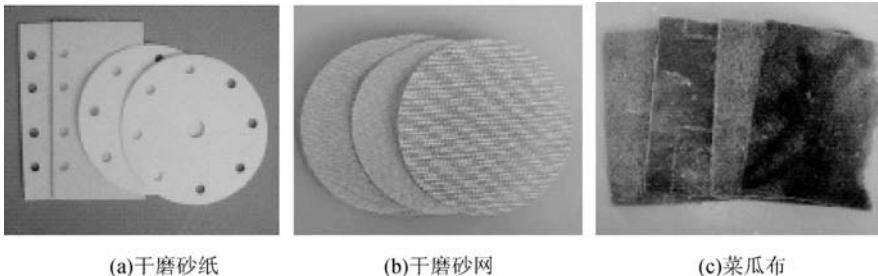

图 8-30 干磨砂纸
(1)干磨砂纸。干磨砂纸一面有丝网连接层,就是人们常说的快速搭扣,可以跟打磨头快速黏结和分离。一般圆形砂纸圆周均匀分布8个小孔,中心有1个大孔;方形砂纸在长边边缘均匀分布8个孔,在将砂纸黏结到打磨头上时,一定要保证砂纸上的圆孔与打磨头上的孔相吻合,以确保吸尘效果良好,如图8-30(a)所示。干磨砂纸规格一般为P60~P500,用于去除油漆、金属打磨等。涂面研磨砂纸用于清除涂面的粗粒、橘皮等,砂纸规格一般为P600~P1500。
(2)干磨砂网。干磨砂网是干磨设备制造商MIRKA公司的专利产品,它是将不同规格的磨料黏结到网状的基材上制成的打磨工具。干磨砂网的规格与干磨砂纸一样,形状有圆形和方形。与干磨砂纸不同的是干磨砂网的吸尘通路更大,吸尘效果更好,如图8-30(b)所示。
(3)三维打磨材料。三维打磨材料是磨料附着在三维纤维上形成的打磨材料,三维打磨材料有非常好的柔性,适合打磨外形复杂或特殊材料的表面,可用于各种条件下的打磨。如菜瓜布就是三维打磨材料中的一种,如图8-30(c)所示。三维打磨材料主要用于塑料喷涂前的研磨、驳口前对涂层的研磨以及修补前去除涂层表面的细小缺陷等。